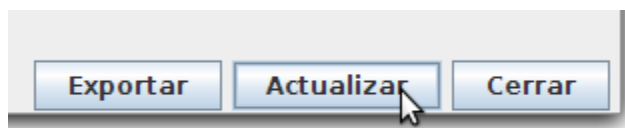

Ilustración 6: Botones de acciones
4. Presionar el botón **Actualizar**, como se ve en la ilustración 6.